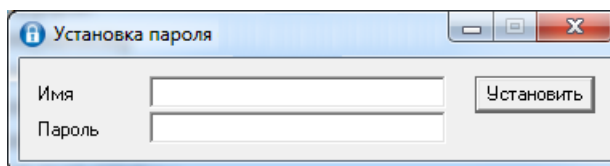

Рис. 3.14. Установка имени и пароля суперпользователя
2. В открывшемся окне *Установка пароля* введите имя и пароль суперпользователя. Нажмите кнопку *Установить* (рис. 3.14).